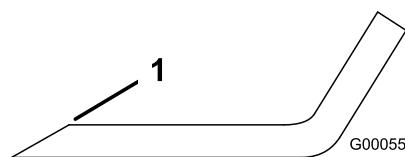

Figura 66
1. Utilize uma lima para afiar aresta de corte em ambas as extremidades da lâmina (Figura 66).
- Nota:** Se lâmina não estiver equilibrada, lime algum metal da extremidade da aba apenas (Figura 66).